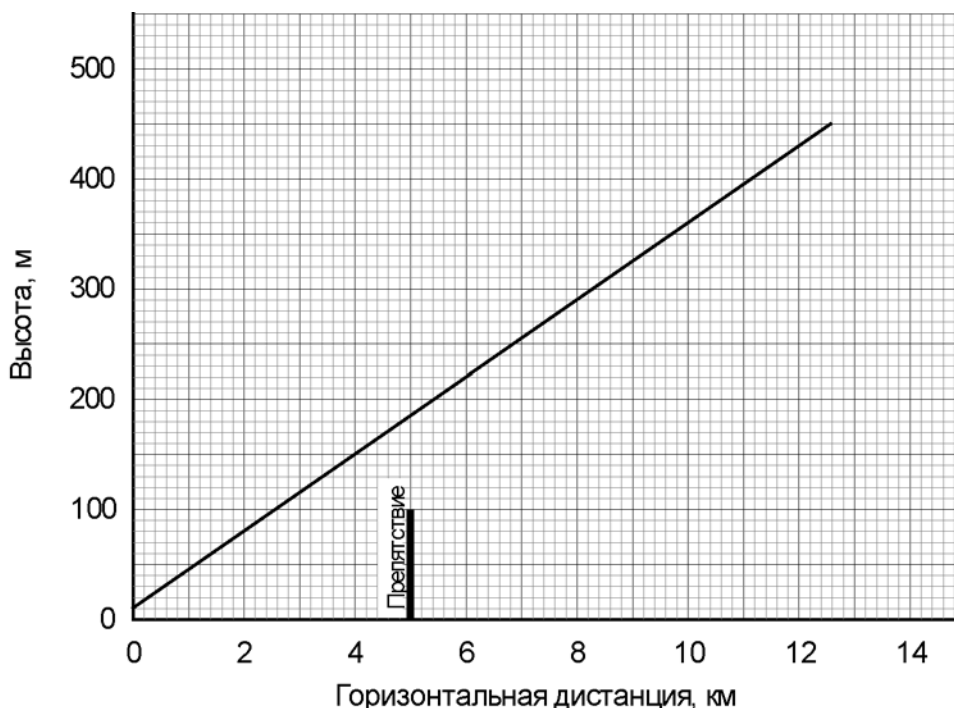

Рис. 3 Чистая траектория взлета
- 5 Определить дистанции, приращение высоты и время на каждом этапе траектории, как описано в примере II. Полученные данные заносятся в таблицу и по этим данным строится чистая траектория, взлета (см. Рис. 3).
После определения максимально допустимой взлетной массы из условия безопасного взлета с одним отказавшим двигателем для полученного значения максимально допустимой взлетной массы по номограмме Рис. 2 определяется потребная длина разбега и по номограмме Рис. 3 потребная дистанция взлета со всеми работающими двигателями. Должны соблюдаться условия:
- 5 Потребную взлетную дистанцию со всеми работающими двигателями определить по номограмме Рис. 3. Она равна 1300 м.
- 9 Занести полученные результаты в табл. 10 и построить чистую траекторию взлета до высоты 450 м, как показано на Рис. 3, изобразив в масштабе препятствие, убедиться в том, что чистая траектория взлета самолета с одним отказавшим двигателем проходит выше препятствия на 45 м.